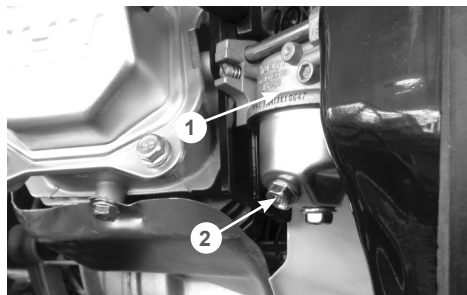

Рис. 20 Слив топлива из карбюратора
3. Открутите болт 2 на карбюраторе 1 (Рис. 20) и слейте топливо из поплавковой камеры в подготовленную для этого емкость.
4. Измерьте зазор А между электродами свечи зажигания специальным щупом В. Зазор А должен быть  $0,7-0,8$  мм (Рис. 20). При увеличении или уменьшении требуемого зазора, рекомендуется заменить свечу, так как регулировка зазора может привести к изменению качества искрообразования.
2. Слейте топливо из карбюратора (Рис. 20).